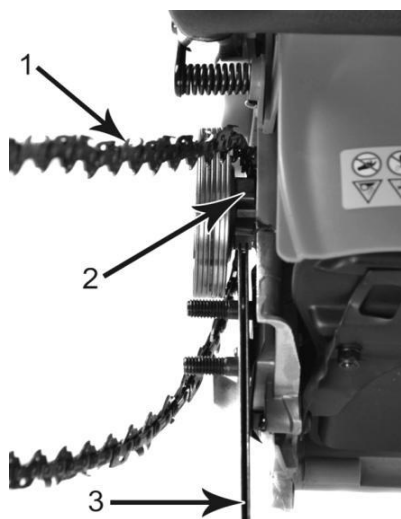

Рис. 5.
Наденьте цепь (1) на ведущую звездочку (2) позади муфты сцепления. Убедитесь, что звенья встали между зубчиками звездочки (см. Рис.5).
Вставьте ведущие звенья в канавку шины (3) и обведите цепь вокруг концевой части шины (см. Рис.5). Цепь будет немного свешиваться с нижней части шины.